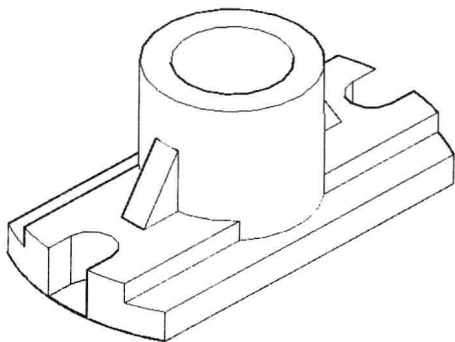

图 11-2-11
(13) 在“修改”面板中,单击“移动”按钮,捕捉并单击楔体上的端点,输入“@0, 0, 20”,按Enter键,向上移动楔体位置20个单位。
(14) 单击“修改”面板名称,展开隐藏面板,单击“镜像”按钮,单击楔体,按Enter键,捕捉并单击图形的两个中点,按Enter键,创建镜像复制品,如图11-2-11所示。